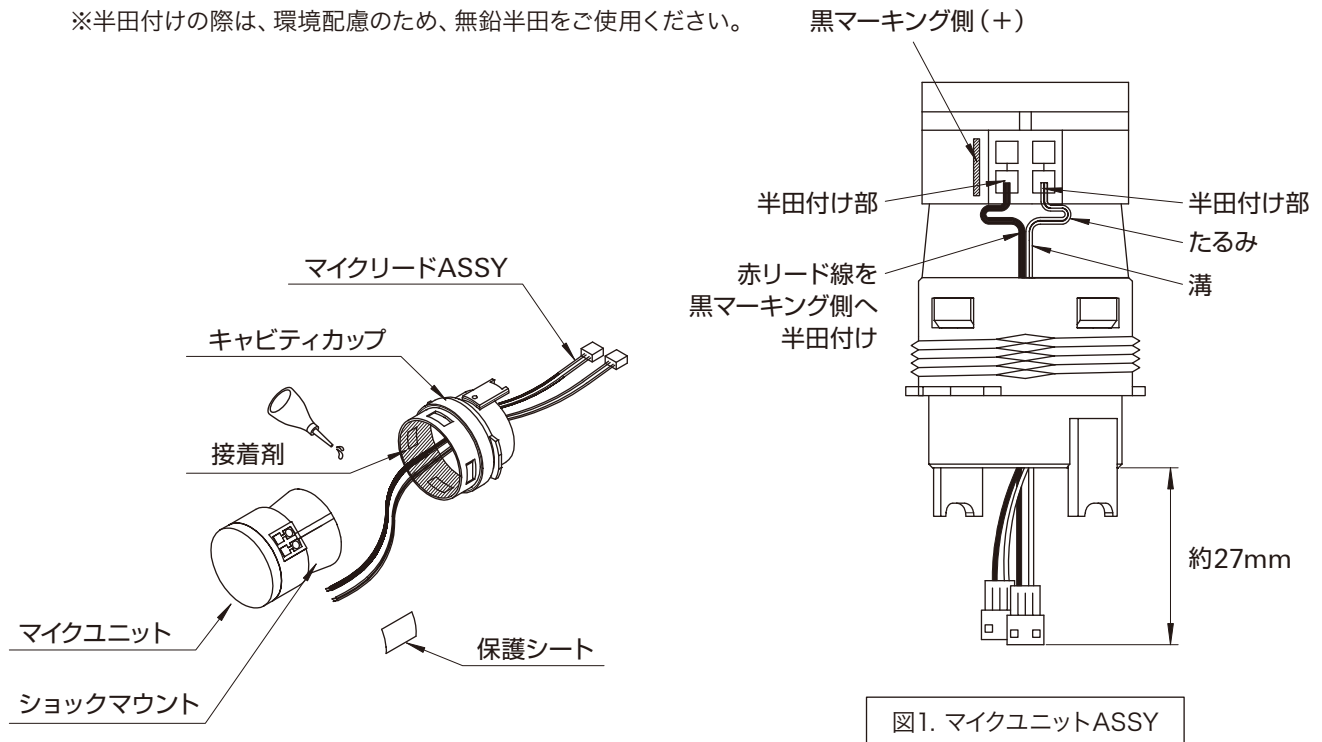

図1. マイクユニットASSY
9. マイクユニットの黒マーキング側（+）に、マイクリードASSYの赤リード線（+）を半田付けし、黒リード線（-）を反対側に半田付ける。この際に、図1のようにリード線にたるみを付けて半田付けする。（注. 黒マーキング側（+）に赤リード線の半田付けです。間違わないようにしてください。）